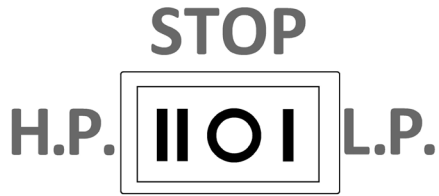

Рис. 6 Выключатель GP-80S
2. Убедитесь, что выключатель насоса установлен в среднее положение «O» (Рис. 6).
Выключатель насоса GP-80S имеет три положения (Рис. 6):